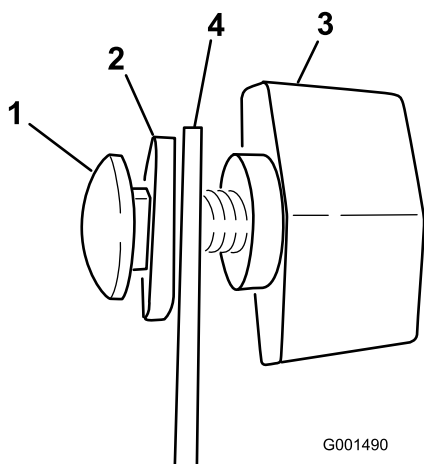
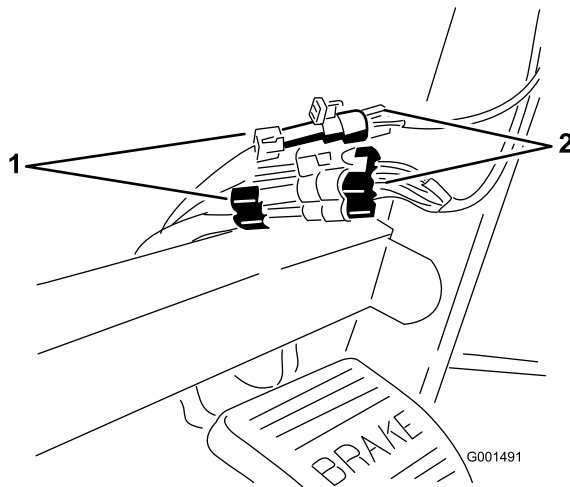

**Figura 5**
**Figura 6**
2. Instale o suporte do monitor no painel (Figura 5) com os 2 parafusos de cabeça flangeada (1/4 x 3/4 pol.) e 2 porcas flangeadas (1/4 pol.).
3. Coloque no suporte, sem apertar, os 2 parafusos de carroçaria, as anilhas de borracha, e os manípulos como mostram as ilustrações da Figura 5 e Figura 6.
6. Instale o monitor Spray Pro por cima das cabeças dos parafusos da carroçaria (Figura 5) e aperte os manípulos para fixá-lo.